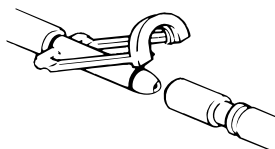

Figura 5-21: Mangueira Clik-Tite aberta
- a. Se tiver mangueiras de conector “Colder”, coloque a mangueira do adaptador da ferramenta de assistência (8001-999-016). Certifique-se de que os conectores **Clik-Tite** estão abertos (Figura 5-21 na página 5-37).
- b. Se tiver mangueiras **Clik-Tite**, certifique-se de que os conectores e os grampos estão abertos (Figura 5-21 na página 5-37).